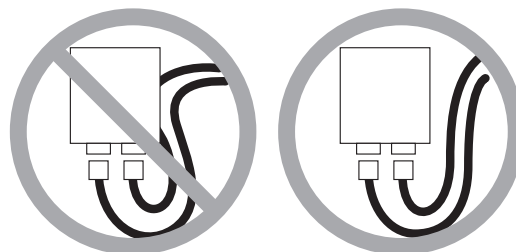

Abbildung 3
4. Setzen Sie die Geräte ein. Stellen Sie sicher, dass der Kabelstrang nicht unter den Geräten eingeklemmt ist. Siehe ABBILDUNG 3.